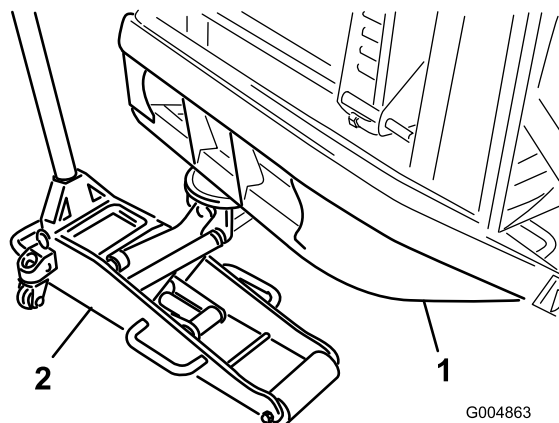

Figure 14
2. Placez une chandelle sous chaque moteur de roue et un cric sous le pare-chocs arrière (Figure 14), ou utilisez un palan aérien.